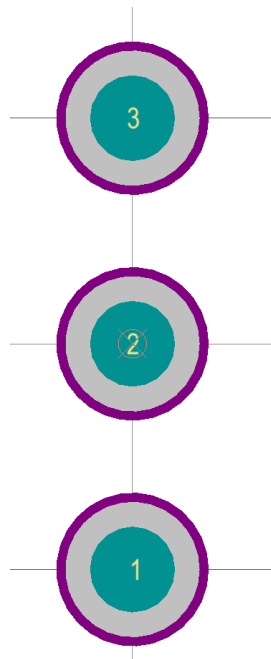

Рис. 3.13
- 7) Розмістіть контактні площадки як зображено на рис. 3.13, на відстані 2,5 мм одна від одної. З кожною наступною розміщеною контактною площадкою, її номер автоматично збільшується.